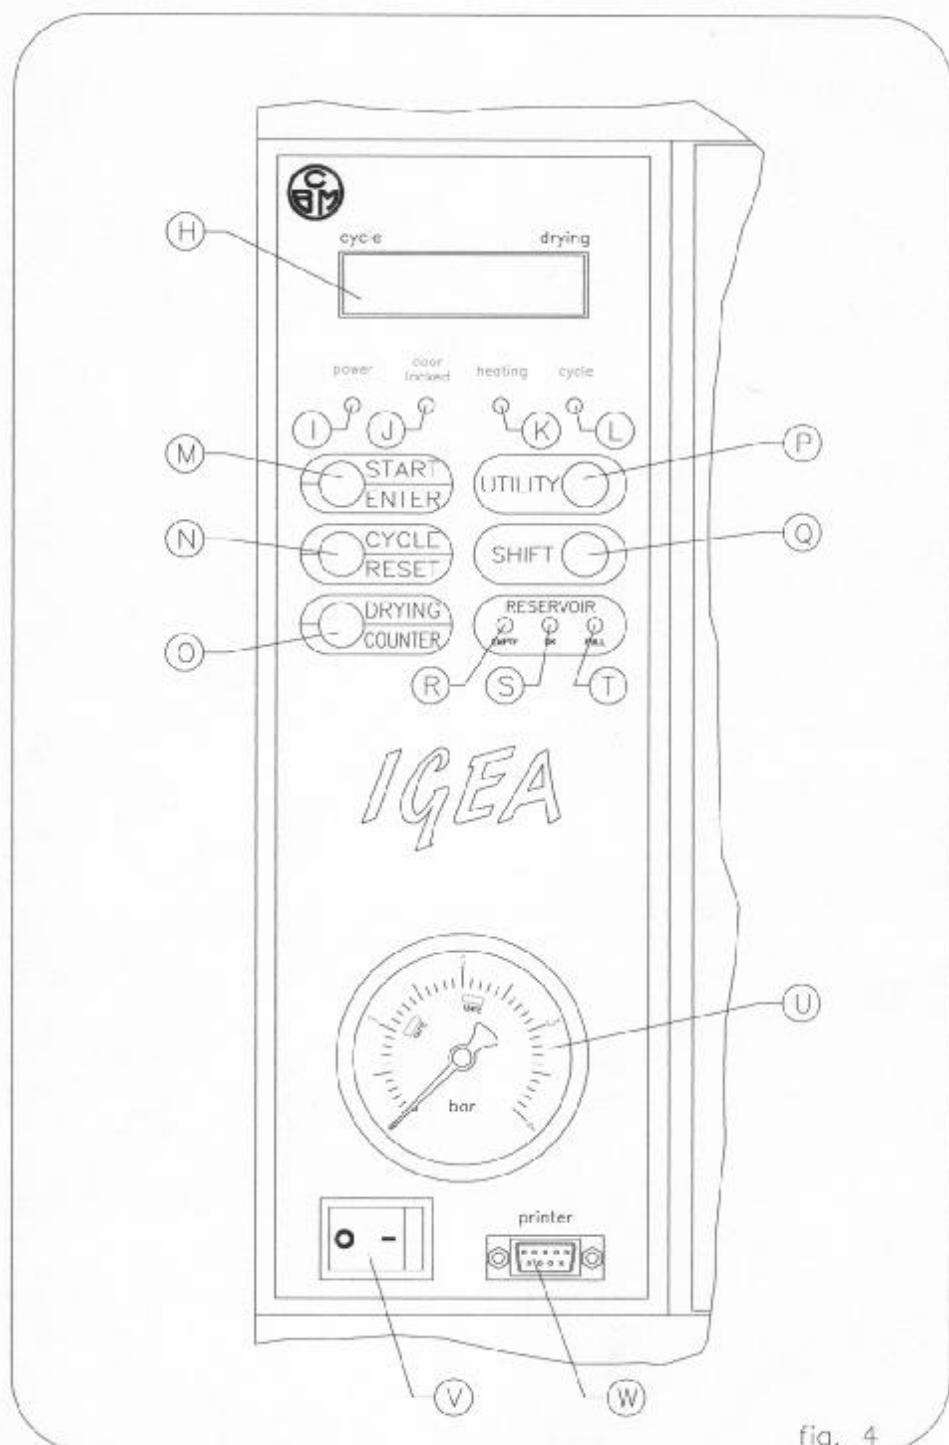

fig. 4
**scritta cycle:** (fig.4) Situata sopra il display, indica la posizione dove viene visualizzato il tipo di ciclo selezionato (*tempo in min./temperatura in gradi °C*). Tabella indicante i cicli disponibili a pag.9
**scritta drying:** (fig.4) Situata sopra il display, indica la posizione dove viene visualizzato il programma di asciugatura selezionato (*tempo in min.*). Tabella indicante i tempi disponibili a pag.9